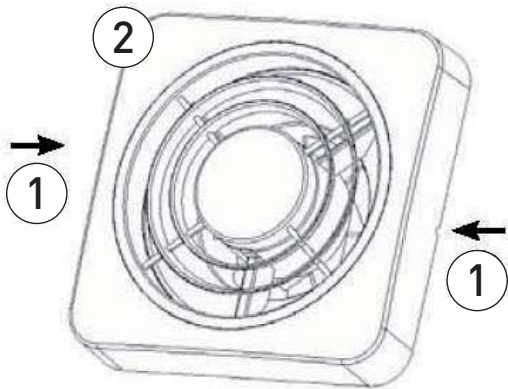

Imagen 8
1. Desenganche la cubierta (2) del soporte del motor presionando en los orificios laterales (1) usando un pequeño destornillador (Imagen 8).